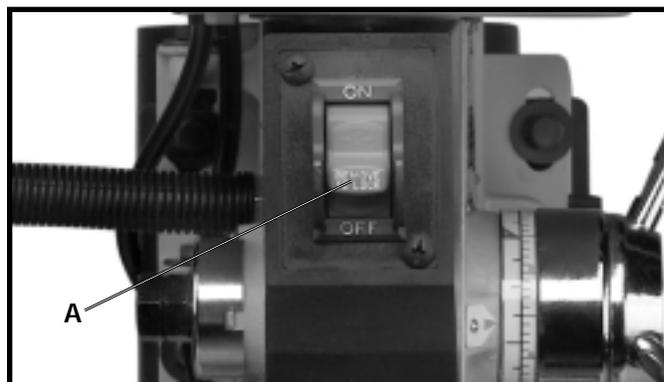

Fig. 18
L'interrupteur (A) fig. 18 est situé à l'avant de la tête de la perceuse à colonne. Pour mettre la perceuse à colonne en marche, relevez le bouton à la position «ON» (MARCHE). Pour l'arrêter, abaissez le bouton à la position «OFF» (ARRÊT).